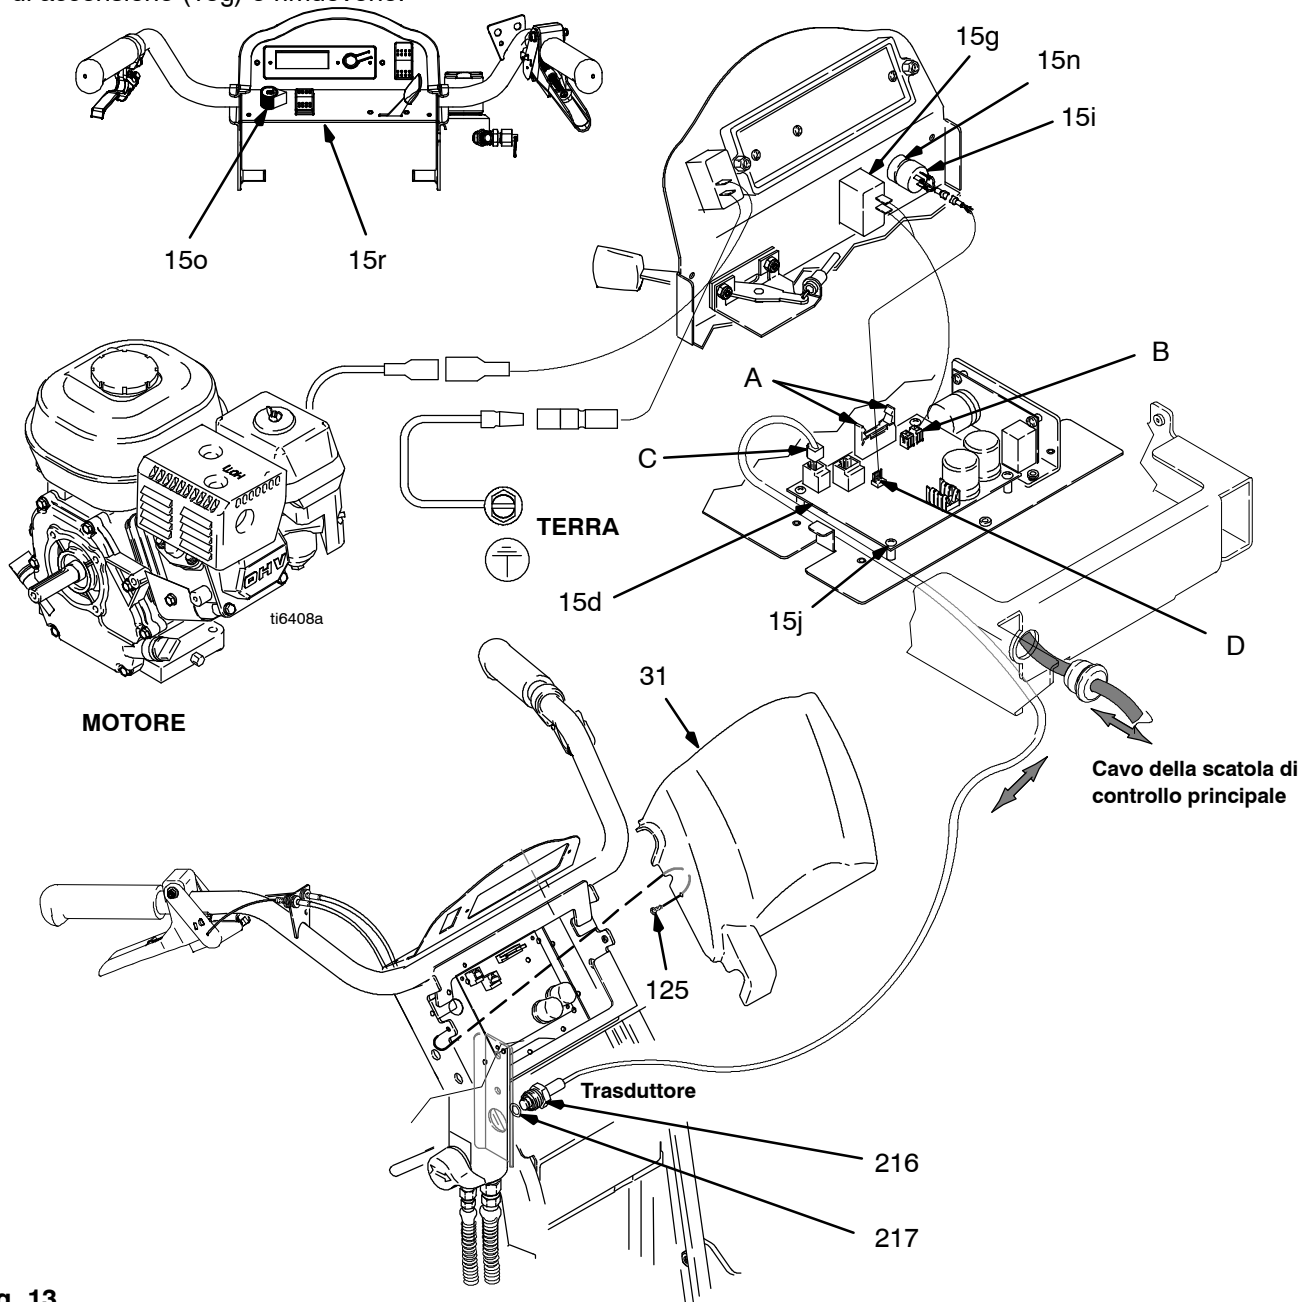

Fig. 13
2. Fig. 13. Rimuovere le due viti (125) ed il coperchio del controllo (31). Sollevare le alette del connettore del display sulla scheda PC ed estrarre il connettore del display.
3. Figure 13 e 21. Annotare le connessioni dei contatti alla scheda di controllo. Scollegare i contatti dalla scheda di controllo (15d).
2. Figure 13 e 21. Fare riferimento alla nota sulle connessioni dei contatti alla scheda di controllo. Collegare i contatti alla scheda di controllo (15d).
3. Fig. 13. Inserire il connettore del display nella scheda PC, chiudere le alette del connettore del display sulla scheda PC. Installare la copertura del controllo (31) con le due viti (125).
2. Fig. 13. Installare il potenziometro per la regolazione della pressione (15i), il dado dell'albero, la controrondella e la manopola del potenziometro (15o).
3. Collegare il filo (D) alla scheda di controllo (15d).
4. Installare il coperchio del controllo (31) con due viti (125).